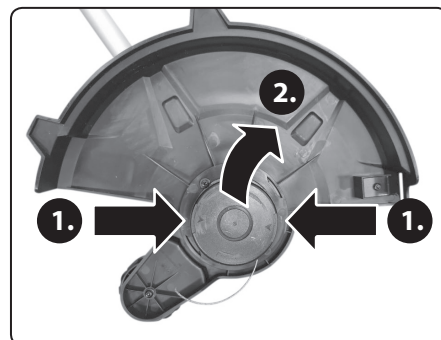

Abb. 8
1. Drücken Sie beide Tasten auf der Trägerabdeckung gemäß Abb. 8, Schritt 1 gleichzeitig und entfernen Sie die Trägerabdeckung, Abb. 8, Schritt 2.